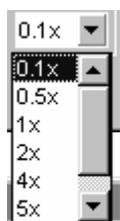

Рис. 2.36
6. Щёлкните левой кнопкой мышки по кнопке справа от значка **Set Grid Snap Multiple** (Установка размера сетки) на панели инструментов и в выпавшем списке выберите **0.1x** (Рис. 2.36).